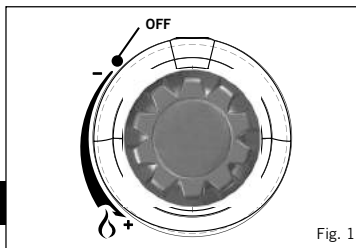

Fig. 1
- Før du kobler til gasstilførselen, bør du først sjekke at apparatets ventil er i av-posisjon ved å vri kontrollknappen med urviserne til den stopper (Se Fig. 1).
- For å montere gassbeholderen bør du først sjekke at apparatventilen er i av-posisjon ved å vri kontrollknappen med urviserne til den stopper (Se Fig. 1).